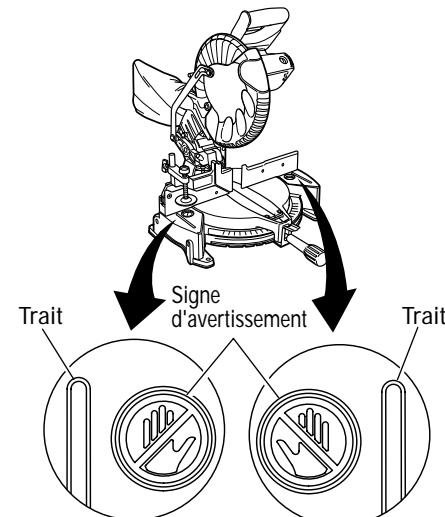

Fig. 18
- Ne jamais amener les membres à l'intérieur de la ligne à côté du signe d'avertissement pendant que l'outil fonctionne. Cela pourrait être dangereux (voir Fig. 18).